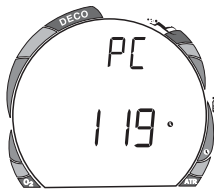

Fig. 27 - PC Download
- Die Anzeige **PC** und eine 120-Sekunden Rückwärtszählung erscheinen (Abb. 27). Der Download muß begonnen werden, bevor die Rückwärtszählung 00 erreicht (innerhalb von 2 Minuten).